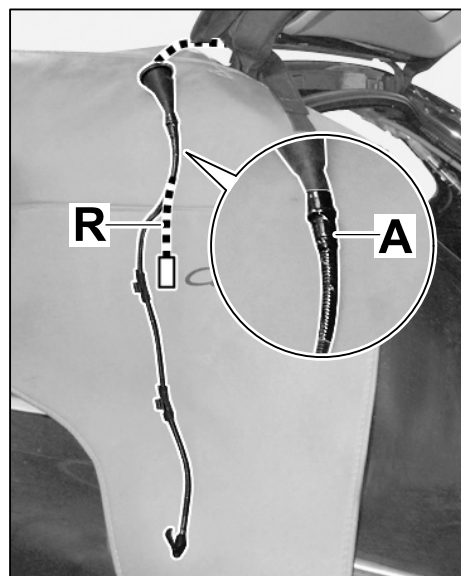

Bild 12
- 4.4 Isolierband $\Rightarrow$ Bild 12 -A- von der Wasserleitung für die Heckscheibenwischanlage entfernen.
- 4.5 Antennenleitung ⇒ **Bild 12 -R-** durch Gummitülle führen und an der Wasserleitung für die Heckscheibenwischanlage mit Isolierband befestigen.